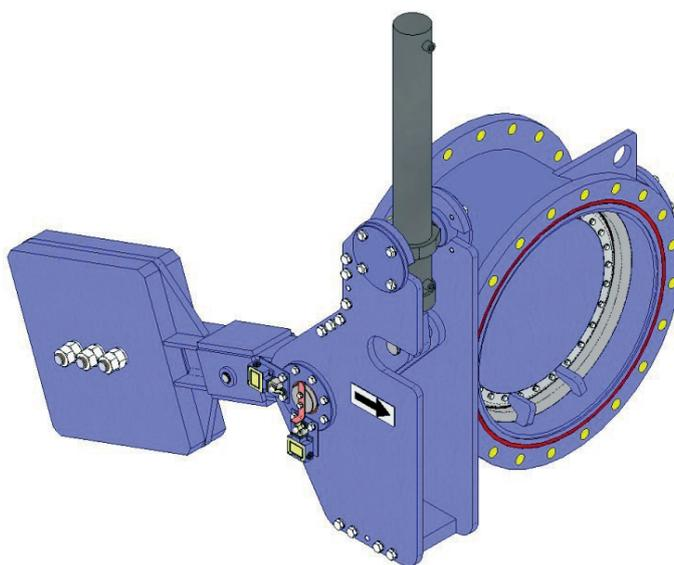

Fig. 11
- Accionamiento hidráulico (fig. 11): Cuando la válvula vaya provista con un cilindro hidráulico como actuador, existe la posibilidad añadirle un contrapeso. En caso de avería en el circuito hidráulico, este contrapeso tendería a cerrar la válvula, mientras el cilindro hidráulico operaría como amortiguador, pudiendo controlar desde la válvula estranguladora la velocidad de cierre. Por lo que se podría regular para que el cierre se realizara de una forma suave y de esta manera evitar el golpe de ariete.